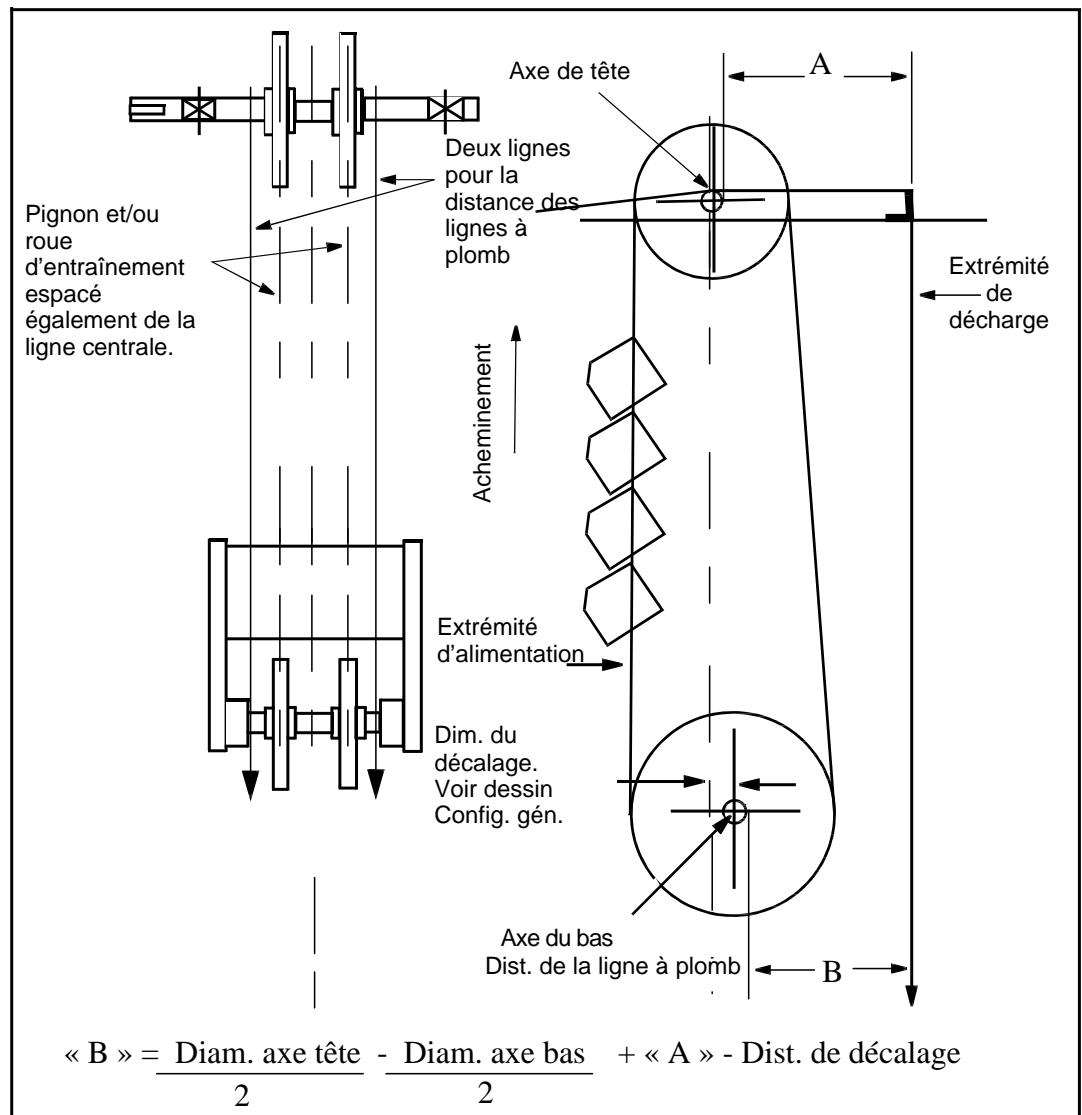

Figure 2-7 :
L'axe du bas est monté à cette position à l'usine. Cependant, deux lignes à plomb tombant des extrémités de l'axe de tête doivent être utilisées pour vérifier le parallélisme de l'axe de tête et de l'axe du bas. Cette méthode devrait aussi être utilisée pour vérifier l'écart de la ligne centrale des axes de tête et du bas. Voyez la *Figure 2-7, Alignement des axes*.
- Procédez selon la *Figure 2-7, Alignement des axes*, exception faite de la « distance de la ligne à plomb » qui doit être accrue de la distance de la surface de l'axe de tête à la surface de l'angle de support. Voyez la distance « A » de la *Figure 2-7*.